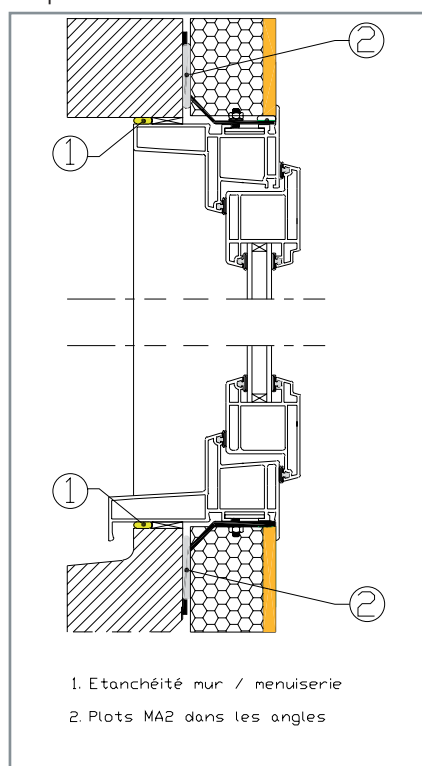

Fig. 13 : Jonction doublage - fenêtre
L'étanchéité à l'air et à l'eau entre gros œuvre et menuiserie extérieure est assurée indépendamment des doublages KNAUF, conformément aux DTU 36.1 et 37.1. (1) (fig.13).